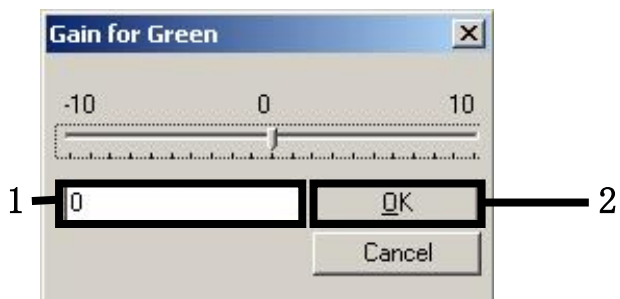

図 6.手動による最小ゲイン値の入力
7. ステップ4に記載された緑のサイクリングを対象とした最小ゲイン値を選択して、[ (Gain for Green) 緑用ゲイン] ウィンドウにこの値を手動で入力します (図6)。ステップ4に記載された黄色のサイクリングを対象とした最小ゲイン値を選択して、[ (Gain for Yellow) 黄色用ゲイン] ウィンドウにこの値を手動で入力します (図6)。